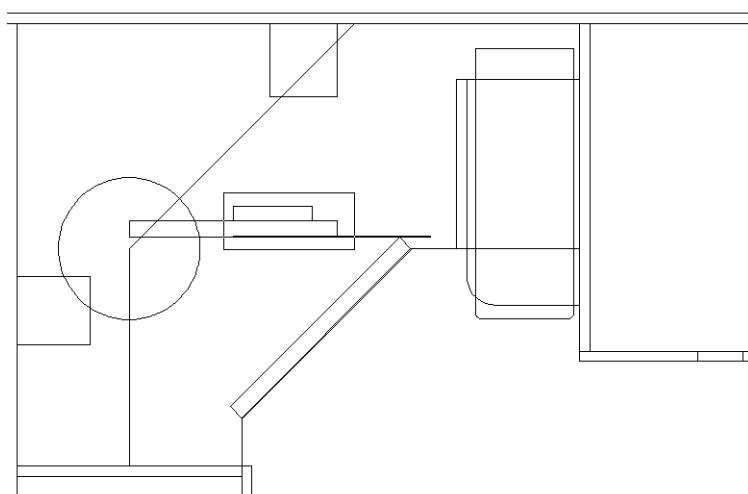

Рис. 5.19 ▶ Использование инструмента **Окно зумирования** (Zoom Window) для изменения масштаба просмотра
1. Охватите рамкой масштабирования все три прямоугольника так, как показано на рис. 5.19.
2. После увеличения изображения щелкните на кнопке **Переместить** (Move) панели инструментов **Изменить** (Modify) или выберите из меню команду **Изменить** → **Перенести** (Modify → Move) либо введите в командном окне команду **Перенести** (MOVE) или просто **п** (M).